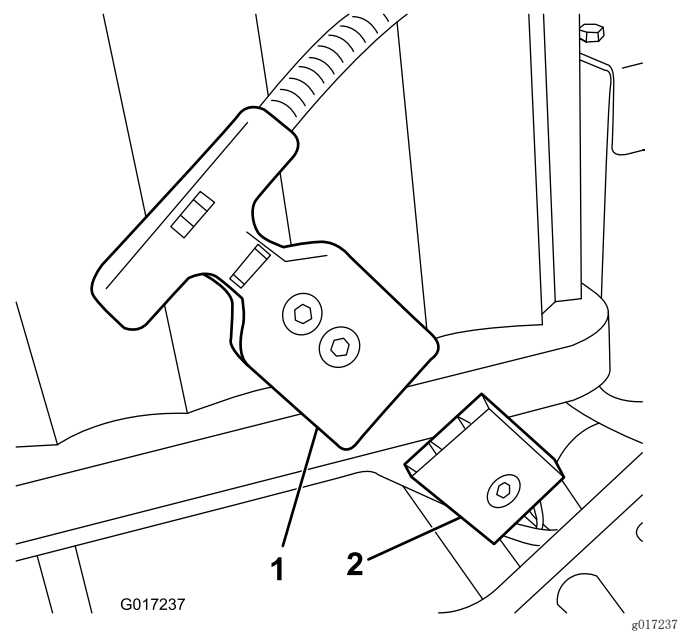

图15
注意： 如果您无法在电池组安装后使电池组插座与机器线束插头对齐，则可以选择先将线束连接至电池组，然后再安装电池组。从电池基座上拔下主电源接头（图15）。按照说明将接头安装到电池上。将电池安装到基座、附带的线束穿过相应的孔、然后使用之前卸下的紧固件、将主电源接头固定到电池基座上。
16. 将主线束上的 T 形手柄接头连接到电池基座的主电源接头上 (图15)。